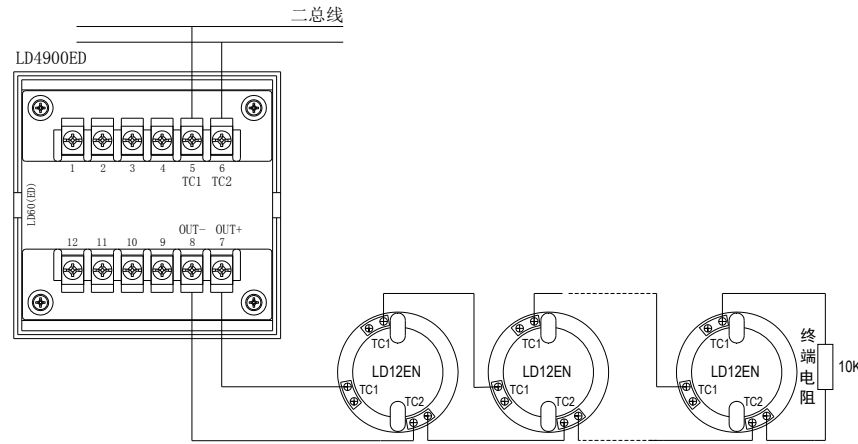

图 4-2(注：最远端非编码探测器距离模块不得超过 500 米)
- ★ 接线：剪、剥导线后按照接线图和端子图将TC二总线与相应端子正确连接，并且模块输入线末端（远离模块端）并联一个10KΩ的终端电阻（具体接线参照图4-2接线图）